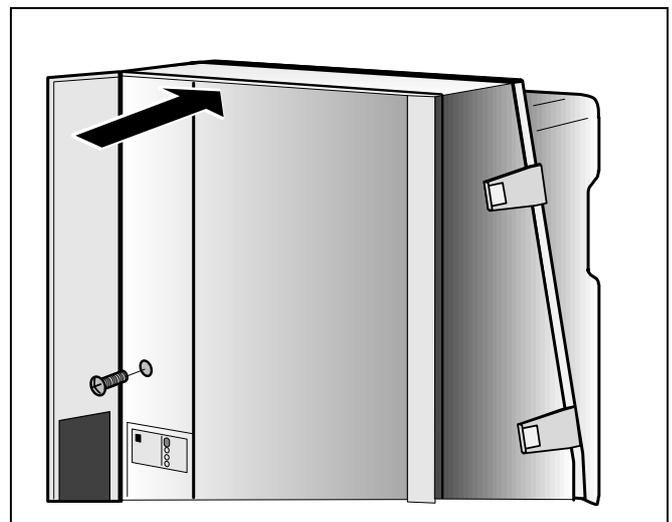

Fig. 33 Montare il rivestimento
- Applicare il rivestimento e chiudere le chiusure a scatto (fig. 33). Non sorreggere il rivestimento tenendolo per i dispositivi di chiusura!